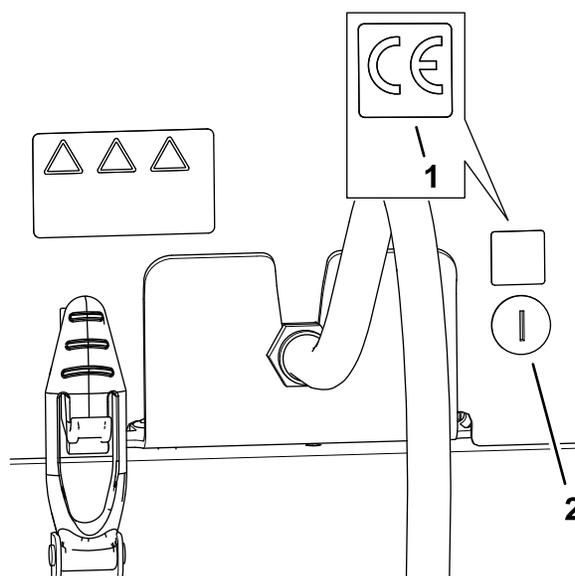

Рисунок 38
1. Очистите поверхность капота рядом с защелкой капота протирочным спиртом и чистой ветошью и дайте капоту высохнуть (Рисунок 38).